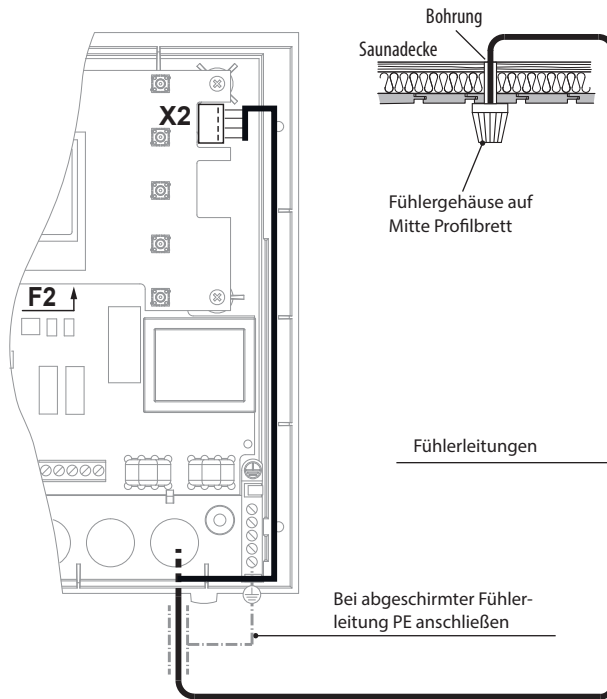

Abb. 11
5. Führen Sie die Fühlerleitungen zum Steuergerät und führen sie durch die rechte Kabeleinführung in das Gerät. Verlegen Sie die Fühlerleitungen innerhalb des Steuergerätes wie in Abb. 11 gezeigt. Schließen sie die Fühlerleitungen gemäß Abb. 12 an. Hierzu wird der Stecker **X2** von der Platine abgezogen und nach dem Anschließen wieder eingesteckt.